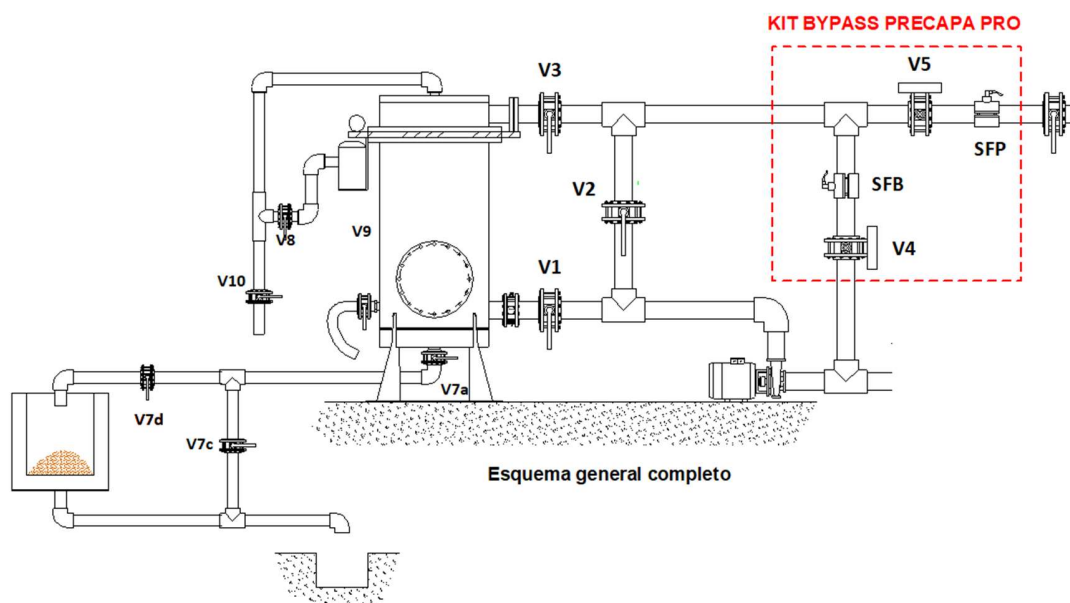

Figure 1.
- Deux électrovannes solénoïdes sont nécessaires pour fonctionner, **qui doivent être actionnées pneumatiquement (voir Figure 1, 2.1 et 2.2).**